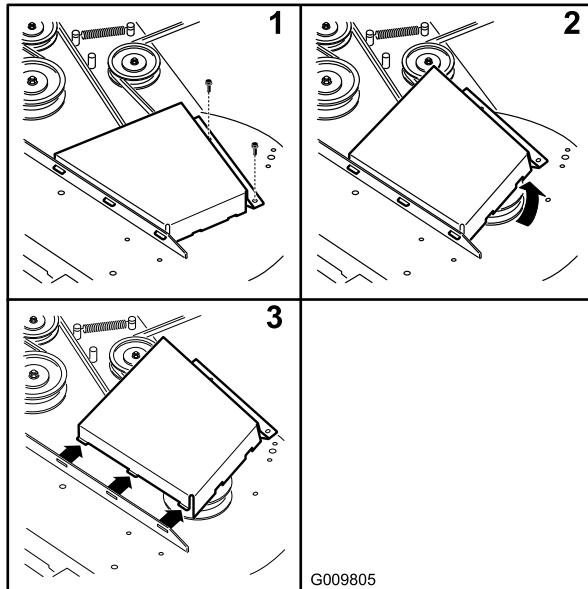

Figura 68
- Retire las cubiertas de la correa (Figura 68).